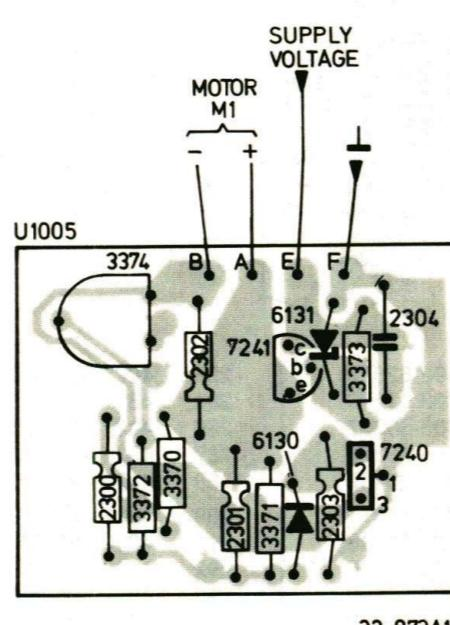

Fig. 8
- Mit 3374 auf Motorregelprint U201 (Bild 8) die Geschwindigkeit einstellen.